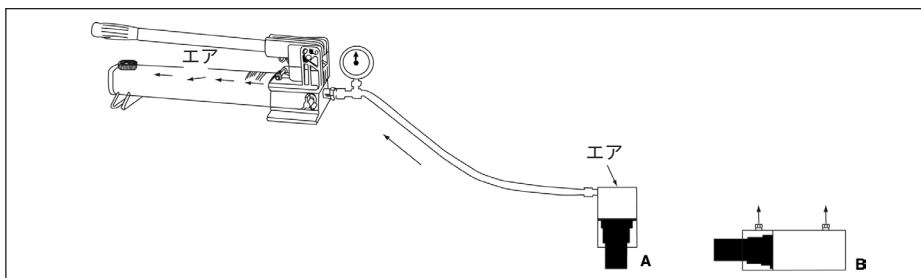

図9
油圧システムからエアを抜くことにより、シリンダの前進と格納がスムーズになります（図9参照）。
- シリンダはプランジャ端部を下にします（プルシリンダを使用する場合は上）。下の図9を参照してください。
- シリンダをポートを上にして水平位置にします。図9を参照してください。